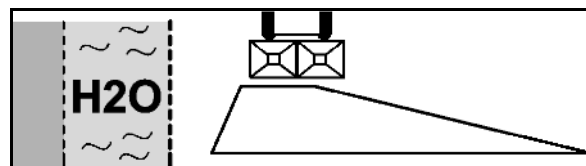

Fig. 48
2. Grøftspredning i henhold til gødningsforskrifterne (Fig. 48):